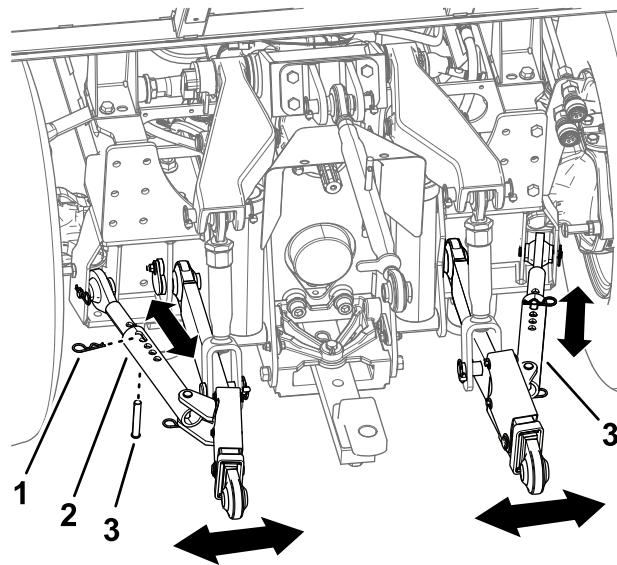

Figura 25
1. Retire el pasador y la chaveta de cada tensor lateral (Figura 25).
2. Ajuste el tensor lateral hacia dentro o hacia fuera hasta que el implemento esté nivelado (Figura 25).
3. Después de ajustar, sujete el tensor lateral con el pasador y la chaveta (Figura 25).